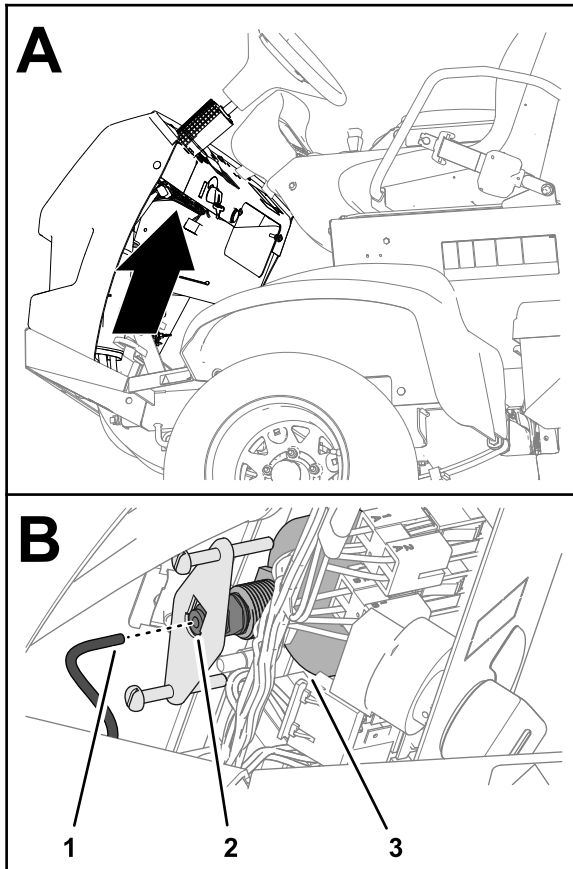

Figura 128
5. Retire el tubo de la parte trasera del manómetro y coloque el extremo del tubo en un recipiente (Figura 128).